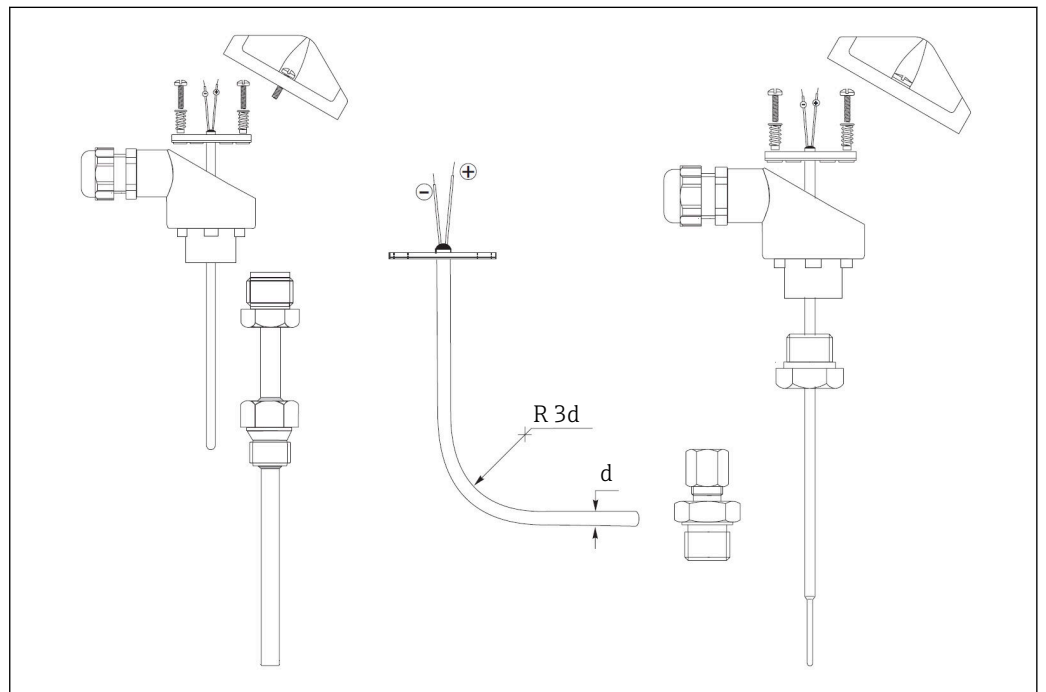

図 4 一般的な設置オプション：サーモウエル付きアセンブリ (右)、TPC100 の可能な曲げ、直接プローブ測定 (左)
測定インサートにしっかりと接続されているシーリングワッシャをハウジングのベースに固定するため、TPC100 を上からハウジングに挿入します。→ 図 4, 図 7
測定インサートの挿入長 (IL) は非常に重要です。これにより、インサートの先端がサーモウエルの底部に接触し、熱伝導が向上して、応答時間が短縮されます (→ 図 4, 図 7, 右)。
TPC100 測定インサートは、たとえば、システムのコンプレッションフィッティングを使用するなどして、サーモウエルなしで取り付けることもできます (→ 図 4, 図 7, 左)。シースを曲げることも可能です。曲げ半径は、インサート直径の 3 倍に相当します。調整可能なプロセス接続部および ATEX 認証を取得したコンポーネント (伝送器) の詳細については、関連資料を参照してください。